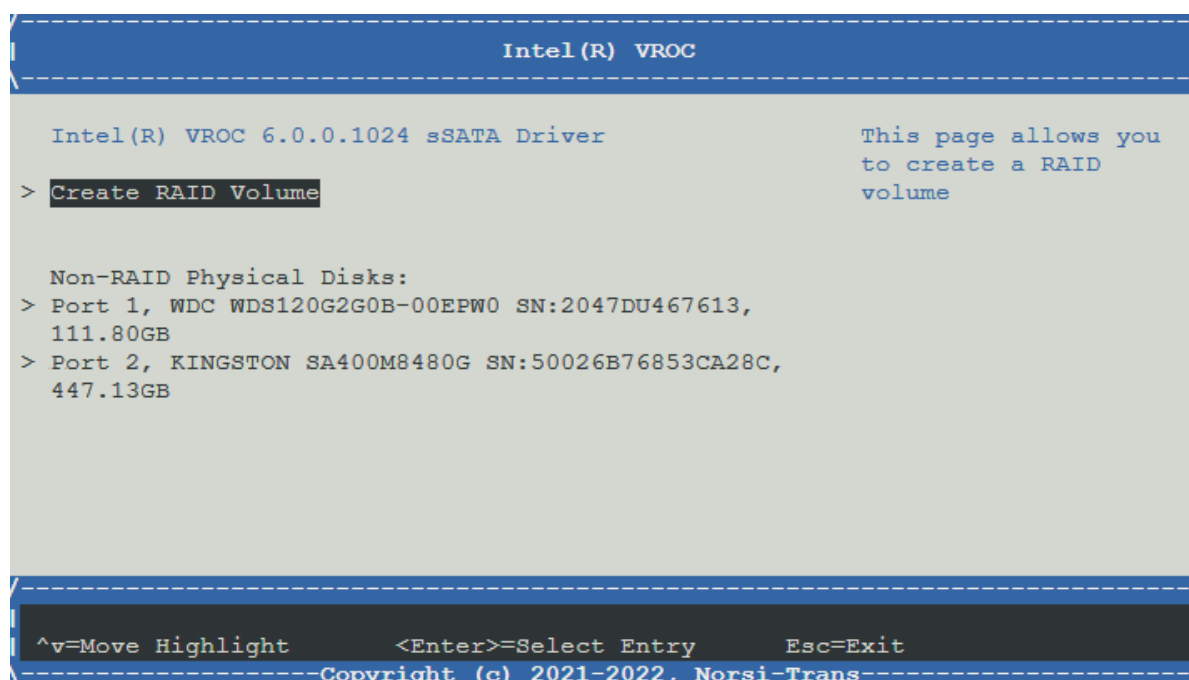

Рис. 64. Меню Intel (R) VROC
- 4) Во вкладке «Intel(R) VROC» перейдите во вкладку «Create RAID Volume». Окно показано на рис. 64 Меню Intel \(R\) VROC.